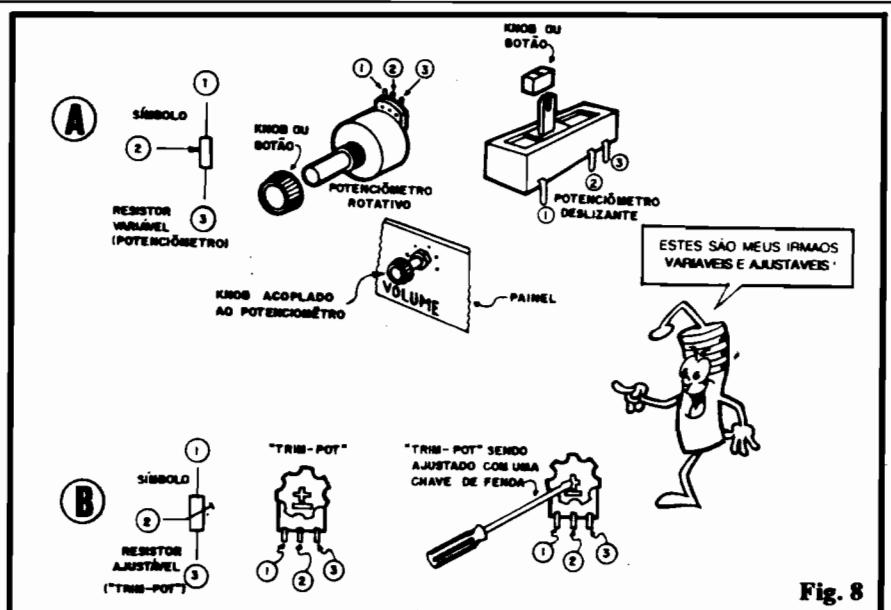

Fig. 8
- FIG. 8 - Mostra símbolos, aparências e outros detalhes dos resistores variáveis ou ajustáveis. Esses resistores especiais são fabricados de modo que um contato móvel (chamado de cursor) pode - comandado por um eixo rotativo ou um mecanismo deslizante linear - percorrer toda a extensão do elemento resistivo (uma "pista" de carbono). Conforme já vimos nas explicações iniciais sobre os resistores, se o elemento resistivo for "mais curto", sua resistência ôhmica "diminui" proporcionalmente... Assim, através desse ajuste puramente "mecânico", conseguimos, com facilidade, alterar o valor **real** da RESISTÊNCIA intrínseca do componente! Nesse caso, um FOTÊNCIOMETRO (ou TRIM-POT) com valor nominal de 10K (dez mil ohms), pode, dependendo do seu ajuste, assumir **qualquer** valor de resistência, entre "zero" e 10K...